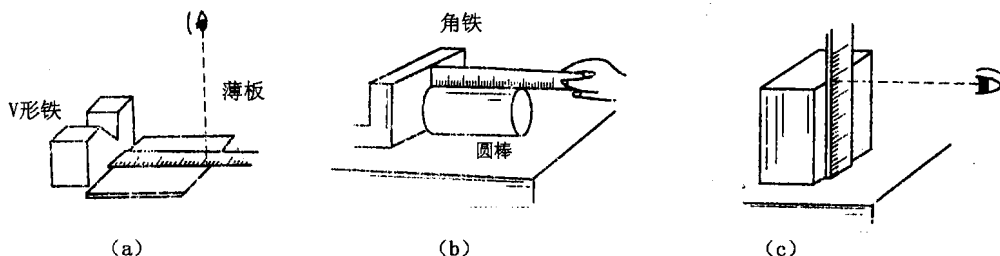

图 1-7 安放钢尺
(1) 将 V 形铁或角铁的平面与工件端面靠紧,如图 1-7(a)所示。
(2) 测量圆棒长度时,钢尺要与工件轴线平行,如图 1-7(b)所示。
(3) 测量高度时,将钢尺垂直于平台或平面上,如图 1-7(c)所示。
从刻度线的正面正视刻度读出,如图 1-7 所示。